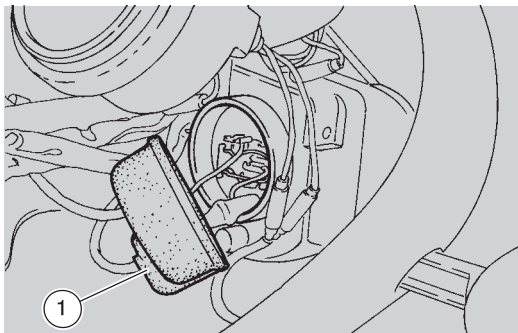

Fig. 55
- enlever le capuchon en caoutchouc (1 - Fig. 55);